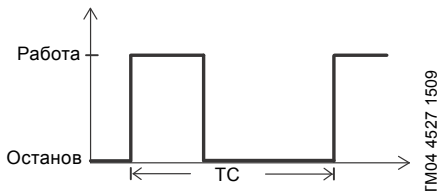

Рис. 12 Режим работы S3
- **S3, переменный режим работы:** Режим работы S3 означает серию идентичных рабочих циклов (TC) с постоянной нагрузкой, чередующихся с перерывами в работе. Во время цикла не достигается теплового равновесия. См. рис. 12.